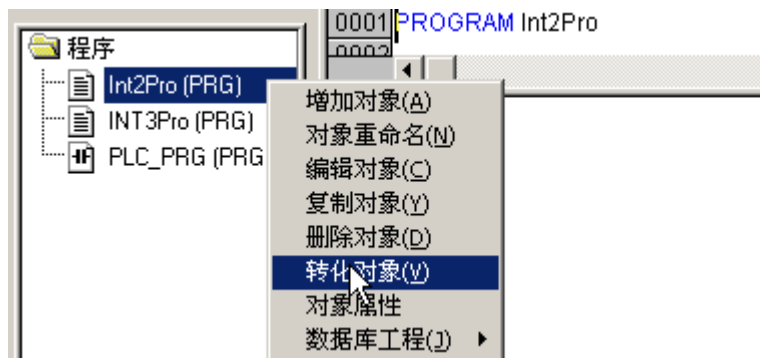

图 B-4-4
(5) 创建的中断程序，默认为 ST 语言，可以选择转换为 LD，转换前需要编译通过，如图 B-4-4。